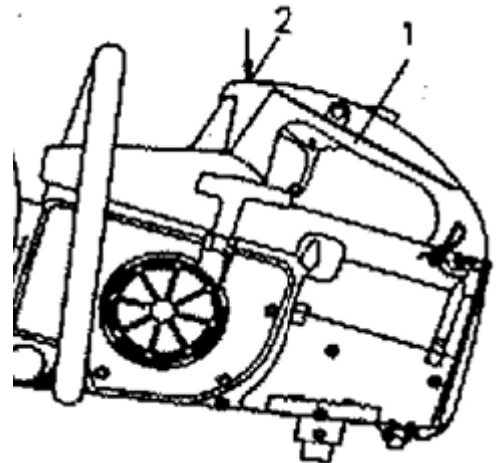

Рисунок 4
- Плавно потяните курок газа (3) назад, чтобы разогнать двигатель.
- Аварийная остановка (см. рис. 4)
- Однако, если во время резки возникает неисправность или аварийная ситуация, вы можете немедленно остановить двигатель, нажав и удерживая аварийный выключатель (2) на переднем конце задней рукоятки (1).